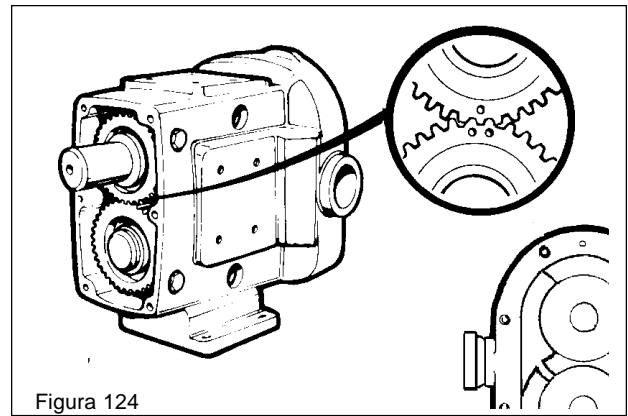

Figura 124
1. Coloque las chavetas dentro de los chaveteros de los ejes. Después deslice el engranaje con una sola marca de referencia sobre el eje motriz y el engranaje con dos marcas de referencia sobre el eje corto, de modo que las susodichas marcas queden a uno y otro lado de la marca del engranaje motriz. (Vea la figura 124)